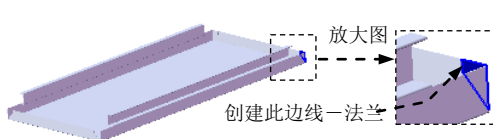

图 17.9.34 创建边线—法兰 12
Step15. 创建图 17.9.34 所示的边线—法兰 12。详细操作过程请参见上一步。